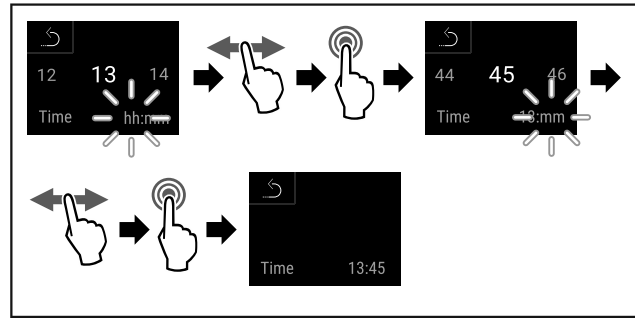

Fig. 107
- ▶ Efectuați pașii de acțiune (vezi Fig. 107).